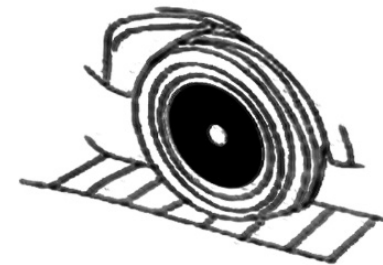

Figura 3.2.6.1
8. Conducción sobre superficies resbaladizas (ver Figura 3.2.6.1)